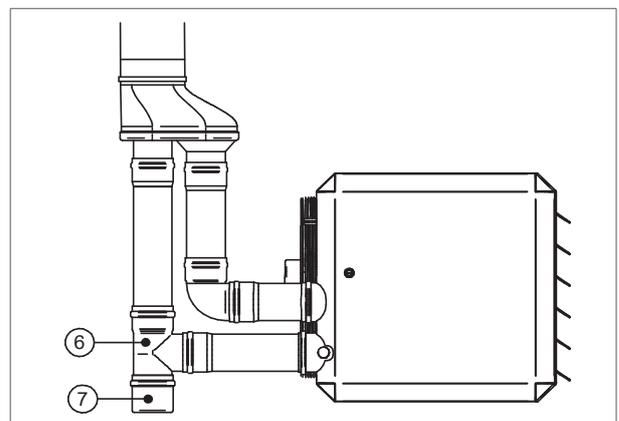

Figure 14 - Raccord en T (6) et purgeur de condensats (7)
- Ajouter un raccord en T (figure 14).
- Ajouter un purgeur de condensat (figure 14).